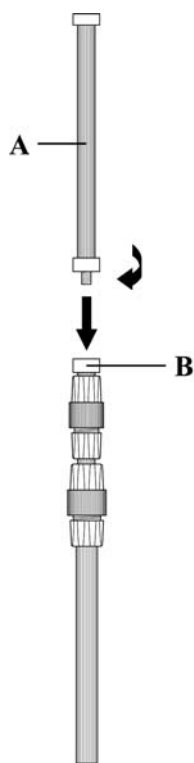

FIGURA 1
1. Atornille la Extensión del Mástil (FIGURA 1-A) a la sección superior del Mástil Telescópico (FIGURA 1-B). Gire en la dirección de las manecillas del reloj hasta que esté apretado y seguro.